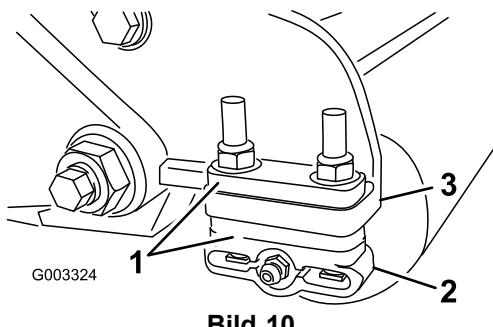

**Bild 9**
3. Führen Sie an einer Seite der Spindel einen langen Streifen Papier zwischen der Spindel und dem Untermesser ein (Bild 9). Drehen Sie die Einstellschraube des Untermesserträgers, während Sie die Spindel langsam vorwärts drehen, nach rechts (am selben Ende der Spindel) (Bild 8), jeweils um einen Klick, bis das Papier fest gehalten wird, wenn Sie es von vorne parallel zum Untermesser einführen. Wenn das Papier gezogen wird, sollten Sie einen leichten Widerstand spüren.
5. Vergewissern Sie sich nach dieser Einstellung, dass die Spindel Papier einklemmen kann, das von vorne eingeführt wird, und Papier schneiden kann, das senkrecht zum Untermesser eingeführt wird (Bild 9). Papier müsste sich mit minimalem Kontakt zwischen Untermesser und Spindelmessern schneiden lassen. Wenn ein zu großer Spindelwiderstand besteht, läppen oder schleifen Sie das Mähwerk nach, um die für einen genauen Schnitt erforderlichen scharfen Kanten zu erhalten (weitere Angaben finden Sie in der Toro Anleitung Schärfen von Spindel- und Sichelmähern, Form No. 80-300PT).